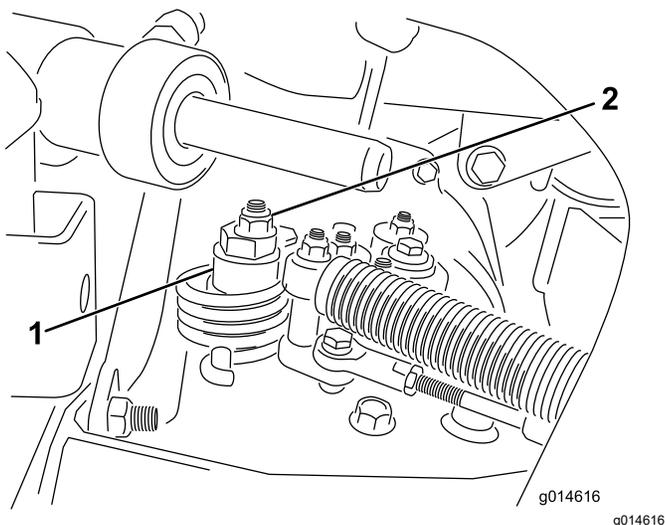

図 43
- A. 偏芯ナットを hidrostat 上部に止めているナットをゆるめる 図 43。
- C. どちらにも車輪が回らないように偏芯ナットを回して調整する。調整ができれば固定ナットを締める 図 43。スロットル低速 および高速位置で調整が正しいことを確認する。